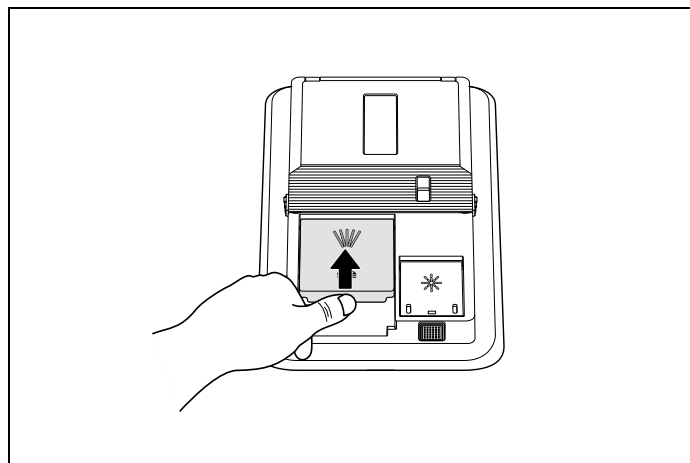

Fig. 63
- 3) Luk låget, og tryk på det, indtil det låser på plads (Fig. 63).